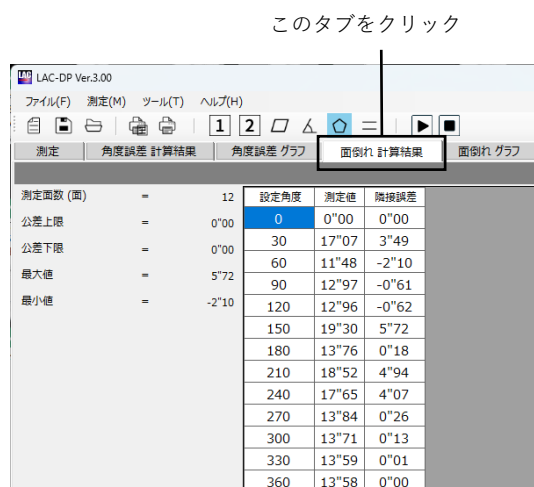

図 5-6-8
5.6.2で行った[面倒れ 計算結果]を表示します。多面鏡精度測定画面の[面倒れ 計算結果]タブをクリックすると「面倒れ 計算結果」が表示されます(図5-6-8)